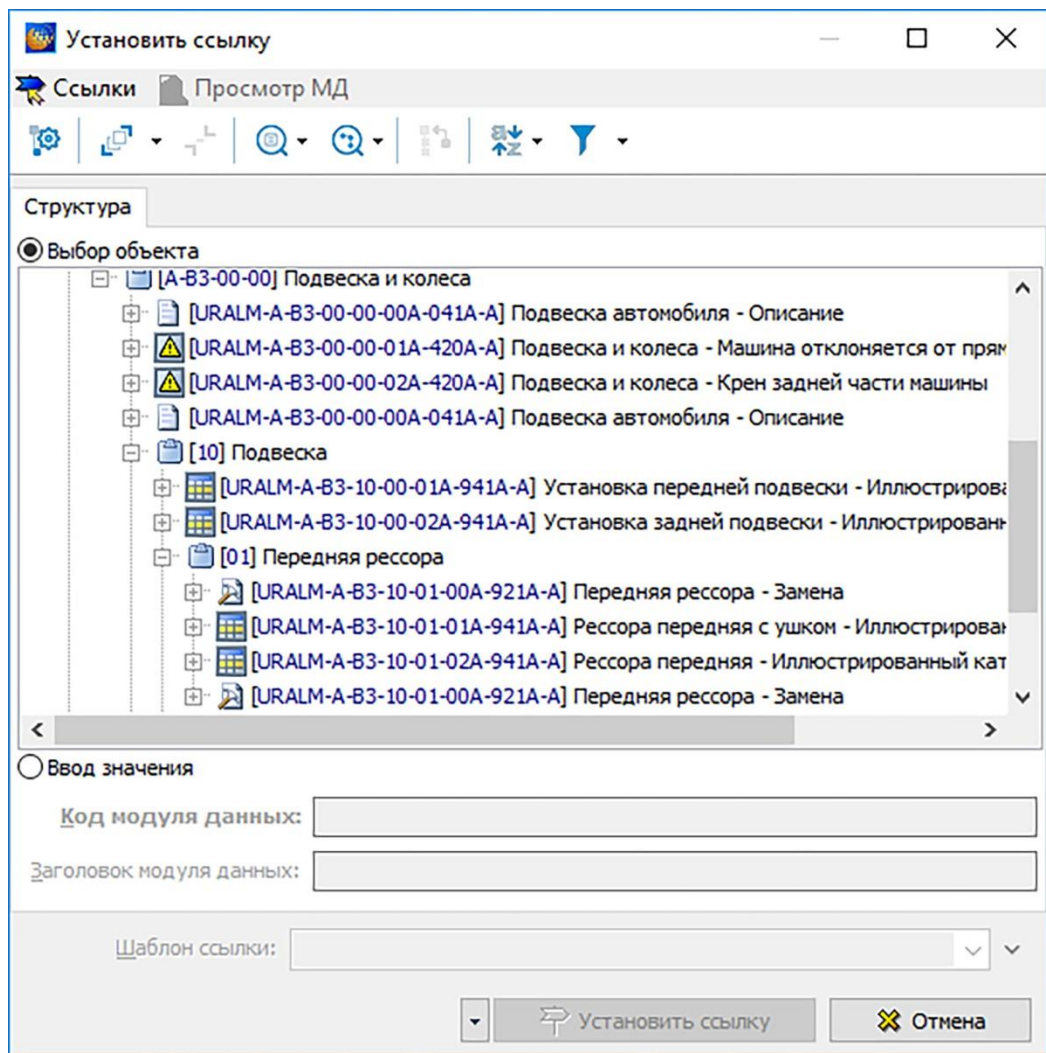

Рисунок 480
- 2) Нажмите на кнопку **Установить ссылку** . При этом откроется диалоговое окно **Установить ссылку** со структурой проекта (рисунок 480).